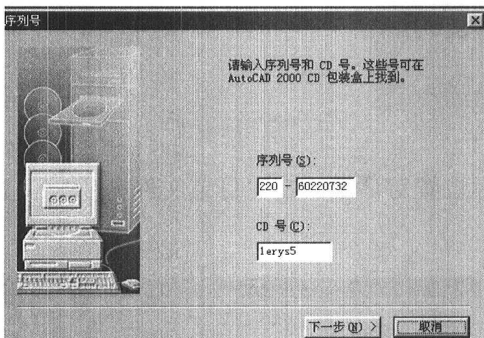

图 1-6
7) 打开序列号对话框,如图 1-6 所示,输入序列号和 CD 号。